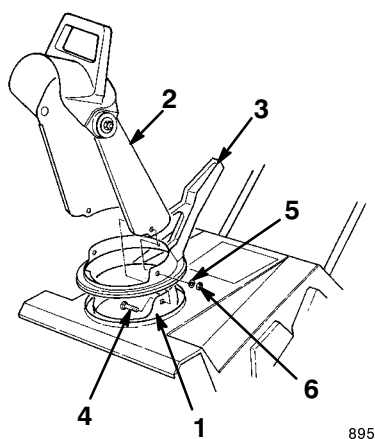

Figure 3
1. Placer la poignée d'orientation sur la couronne d'éjecteur (Fig. 3).
- Insérer l'éjecteur entre la couronne et la poignée d'orientation, et aligner les trous (Fig. 3).
- Fixer l'arrière de l'éjecteur et la poignée à l'aide d'un boulon de carrossier inséré dans le trou central de la couronne, et d'une rondelle et un écrou placés du côté extérieur de l'éjecteur (Fig. 3).